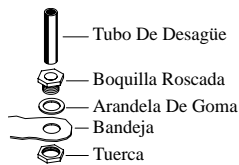

Fig. 4
- **Instale el montaje de desagüe.** Pase la boquilla roscada por el agujero de la bandeja, colocando la arandela de goma entre la bandeja y la cabeza de la boquilla (fig. 4). Coloque la tuerca en la boquilla y atornílela hasta que quede apretada contra la parte inferior de la bandeja. Inserte el tubo de desagüe en la boquilla para retener el agua. El tubo de desagüe se puede quitar para desaguar el agua de la bandeja cuando sea necesario. Se puede conectar una manguera de jardín a la boquilla para desaguar el agua hacia otra parte.